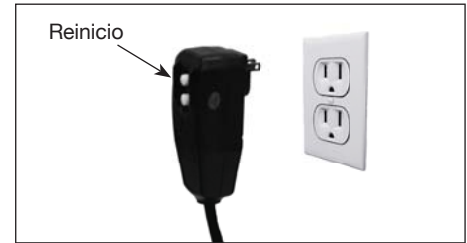

Figura 17 - Botón de reinicio/enchufe con conexión a tierra
6. Enchufe el cable de corriente en un tomacorriente de 120 V con conexión a tierra, que se encuentre en un circuito dedicado. No use un cable de extensión. Presione el botón de reinicio en el adaptador de GFCI del enchufe. Esto debe hacerse cada vez que la unidad se enchufa en un tomacorriente. (Figura 17)